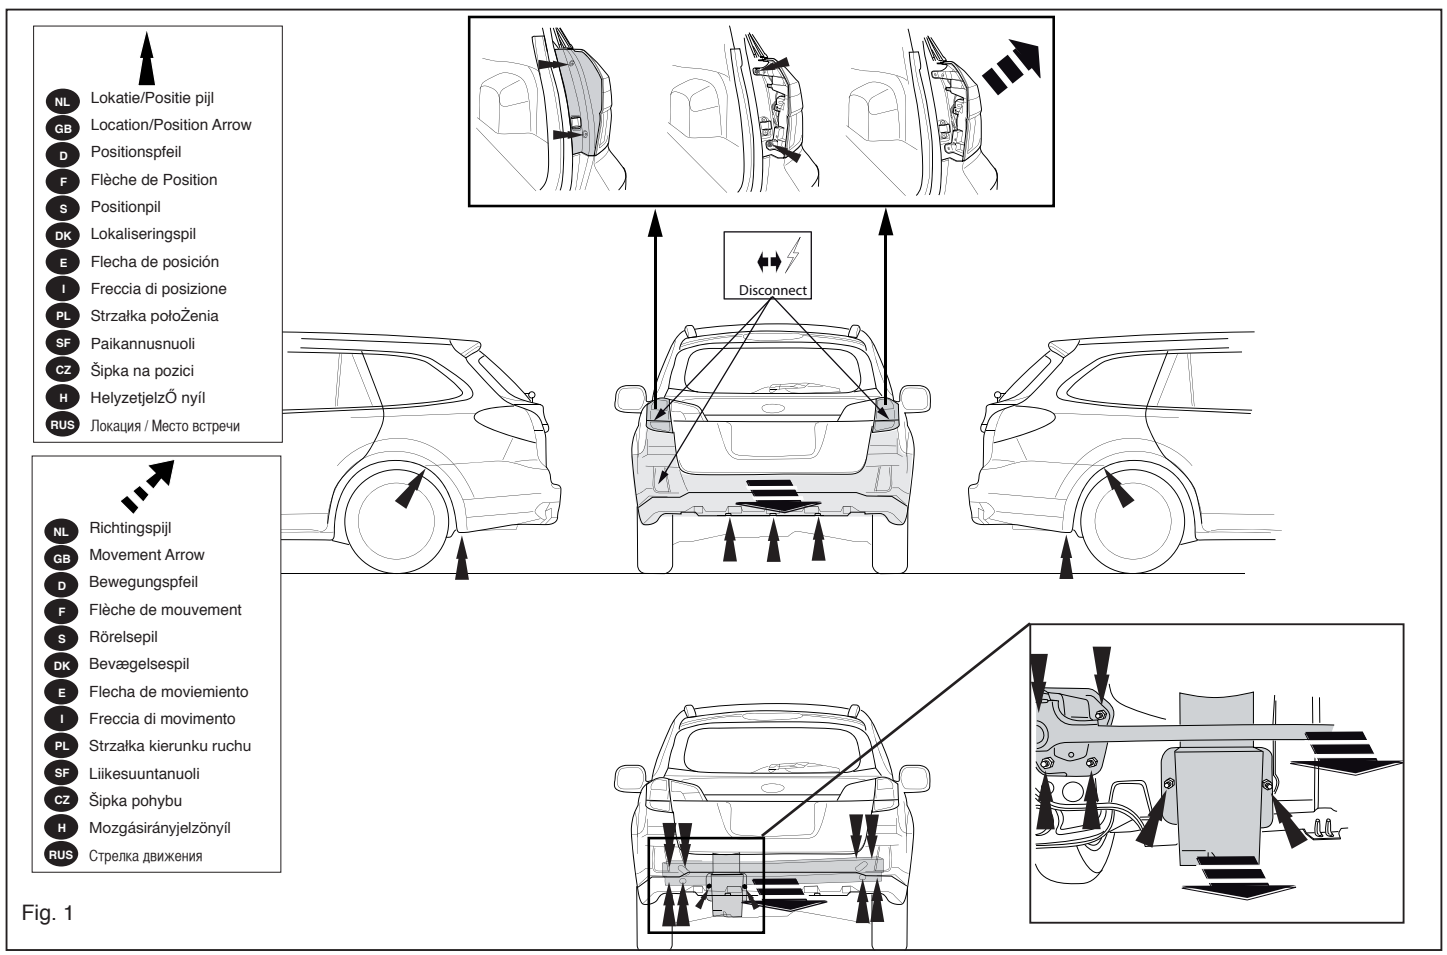

Fig. 1
1. Снять бампер. См. рисунок 1.
2. Снять передний брус автомобиля. См. рисунок 1.
1. Remove the bumper. See figure 1.
2. Remove the cross member from the vehicle. See figure 1.
1. Die Stoßstange abmontieren. Siehe Abbildung 1.
2. Den Querbalken vom Fahrzeug abmontieren. Siehe Abbildung 1.